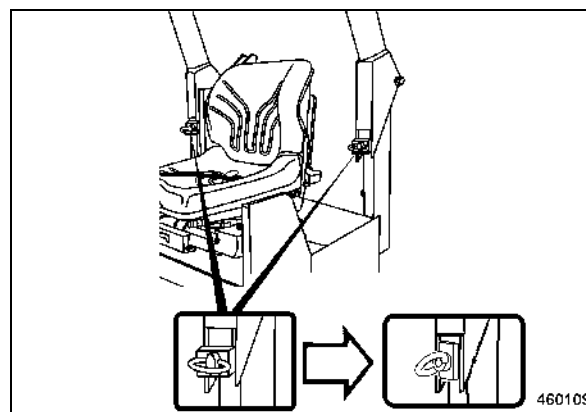

fig. 83
- Dévisser les anneaux de levage (fig. 83) et positionner les tôles de blocage en position verticale.